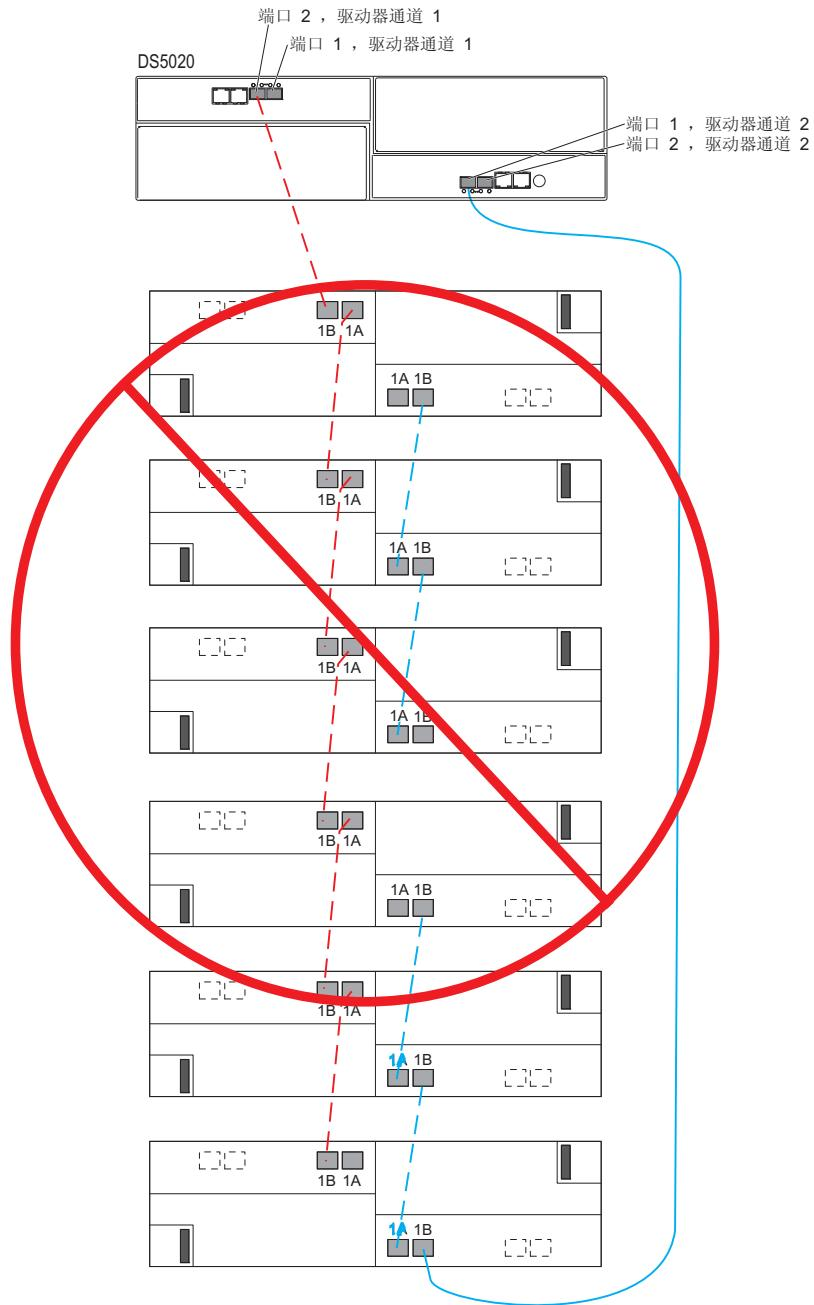

图 43. 用电缆连接一个 DS5020 和最多六个存储扩展机柜
第 64 页的图 43 显示了错误的电缆连接拓扑，因为所有六个存储扩展机柜都连接到了每个控制器中双端口驱动器通道的一个驱动器端口上。
**要点:** 请勿如图 43 中所示用电缆连接存储子系统和存储扩展机柜。存储拓扑不正确的存储阵列也许可以运行, 但是错误的电缆连接可能会导致不可预测的结果。